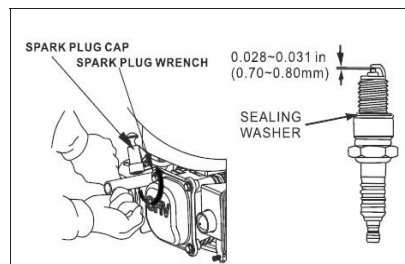

Fig. 11
4. Mida la separación del electrodo con un medidor adecuado. La separación correcta es de 0,028-0,031 pulgadas (0,70-0,80 mm). Si requiere de un ajuste, corrija la separación doblando cuidadosamente el electrodo lateral (consulte la Fig. 11).